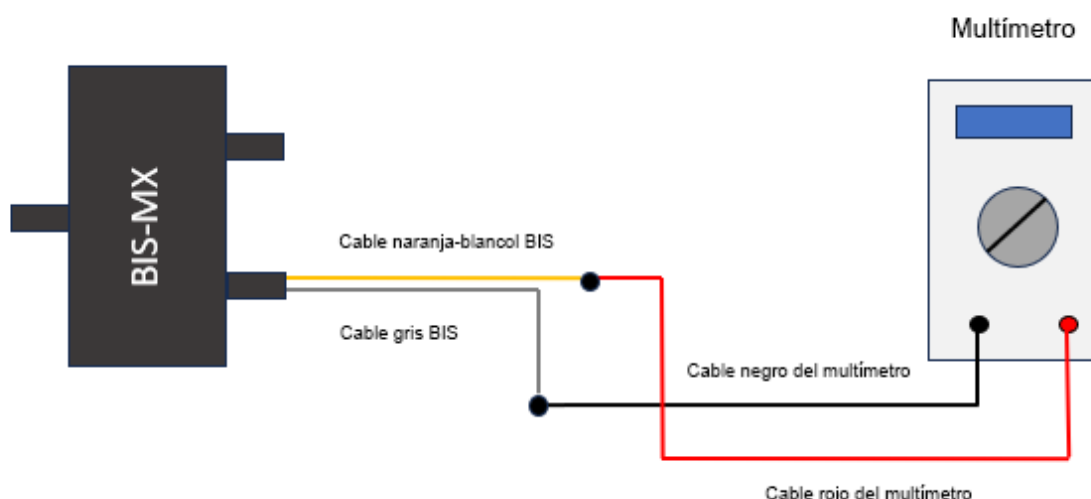

Fig.14 Diagrama de conexión
2. Monte el circuito de conexión según la «Fig. 14 Diagrama de conexión».